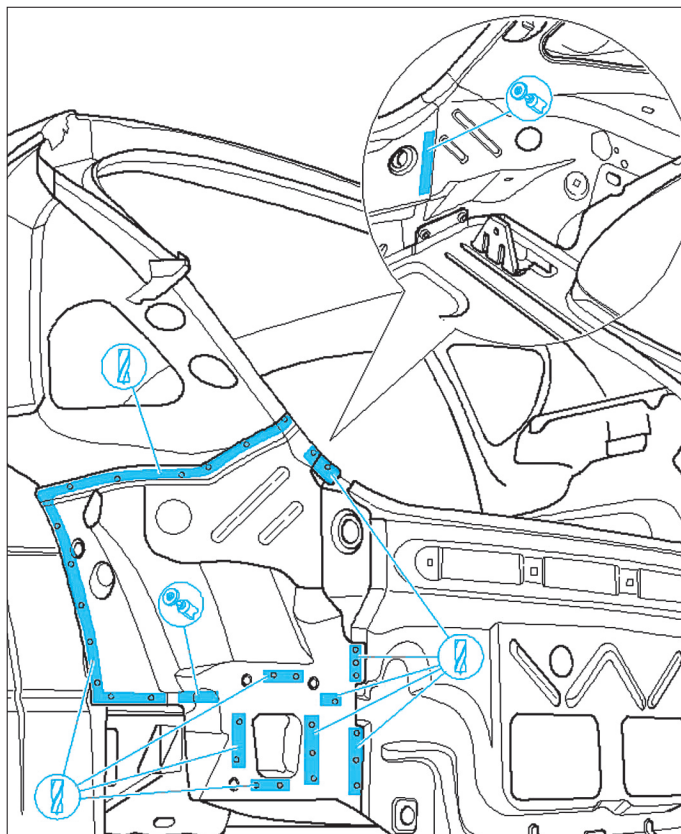

FIG. 64
- Fraiser et meuler les soudures du montant (Fig.64).